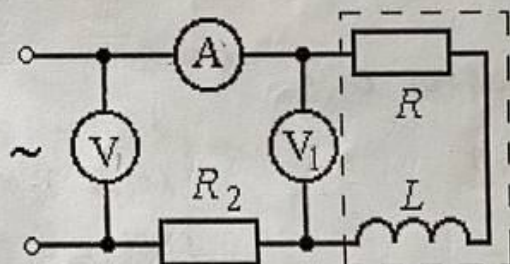

Рис. 3.2
1. Собрать электрическую цепь по схеме, показанной на рис. 3.2 с параметрами, соответствующими варианту из табл. 3.1, который указан преподавателем.